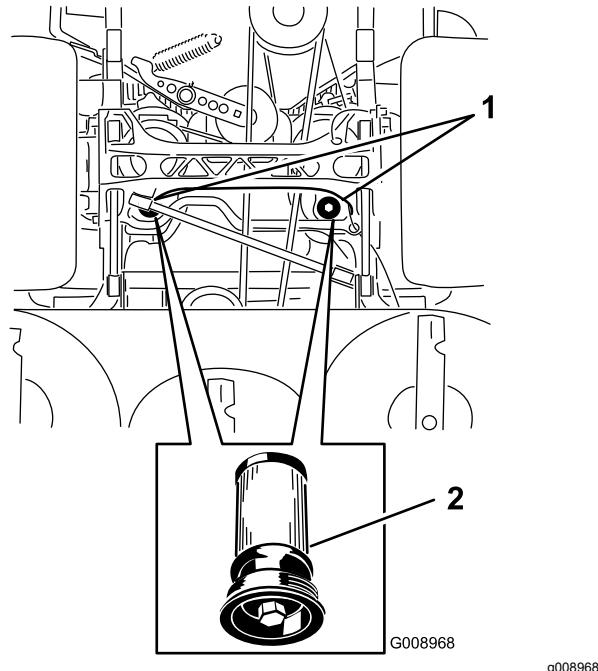

Figura 86
5. Coloque un recipiente debajo del filtro, retire el filtro usado y límpie la superficie (Figura 86).
- 6. Aplique una capa fina de aceite hidráulico a la junta de goma del filtro nuevo (Figura 86).